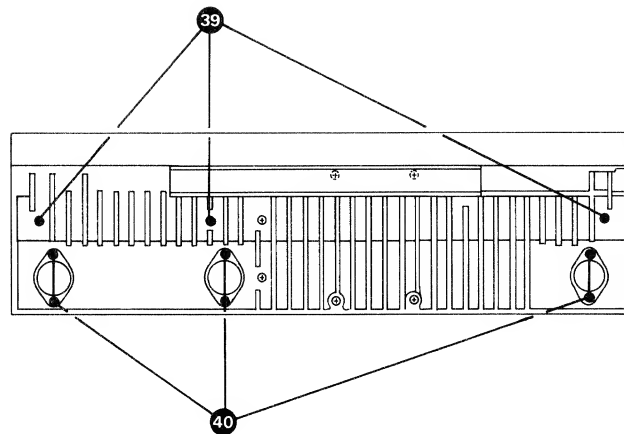

Fig. 2.17.-1
- Pro Print 1 Schraube (39) (Fig. 2.17.-1) lösen.
- Leistungstransistor lösen (2 Schrauben (40) Fig. 2.17.-1) und aus der Halterung herausziehen.
- Remove one screw (39) (fig. 2.17.-1) per printed circuit board.
- Remove the power transistors (2 screws (40) fig. 2.17.-1) and take them out of the holders.